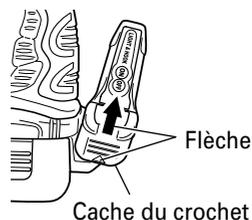

Fig. 11
Retirer le cache du crochet en appuyant dessus dans le sens de la flèche. (Fig. 11)
- (3) Aligner la découpe du corps principal du crochet sur la saillie du cache du crochet, appuyer sur le cache du crochet dans le sens contraire à celui de la flèche de la Fig 11, puis resserrer la vis.